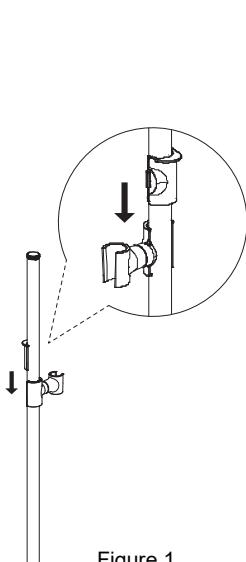

Figure 1
- b) Enrouler le ruban téflon dans le sens inverse des aiguilles d'une montre sur le filetage de l'extrémité G1/2 du connecteur courbe ⑩, les connecter aux sorties d'eau chaude et froide à l'aide d'une clé. Laissez une profondeur appropriée hors du mur et ajustez la distance entre 2 connecteurs en fonction de la largeur de l'entrée de la barre de douche thermostatique .
- c) S'assurer que les 2 connecteurs courbes sont installés de manière parfaitement droite dans le mur. La distance centrale entre 2 connecteurs courbes est de 150±8mm. Utilisez le niveau à bulle ⑪ pour vous assurer que la ligne centrale reste horizontale .
- a) Connectez la barre de douche thermostatique ⑨ sur les connecteurs courbes. Le côté gauche correspond à l'eau chaude et le côté droit à l'eau froide. Utilisez la clé Allen pour la fixer .
- a) Connectez la barre de relèvement à la barre de douche thermostatique(Figure 1/2) et marquez la position du raccord de tuyau sur le mur (Figure 3).